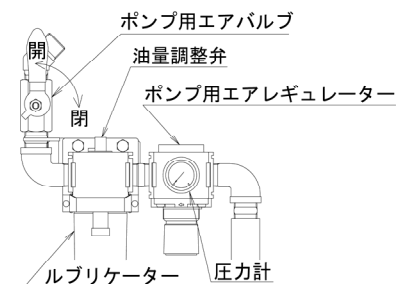

Fig.10
1. ルブリケーターに給油をしてください。オイルは、タービン油 1 種（無添加）ISO VG32 を使用してください。（ルブリケーターの滴下量は、およそ 0.05 mL/滴です。ポンプの作動エア圧力と運転状態で変わりますが、ポンプ運転状態で 5 分/滴程度に油量調整弁で調整してください。）（Fig.10）
6. ポンプ用エアレギュレーターを使用に必要なエア圧力に調整してください。（Fig.10）